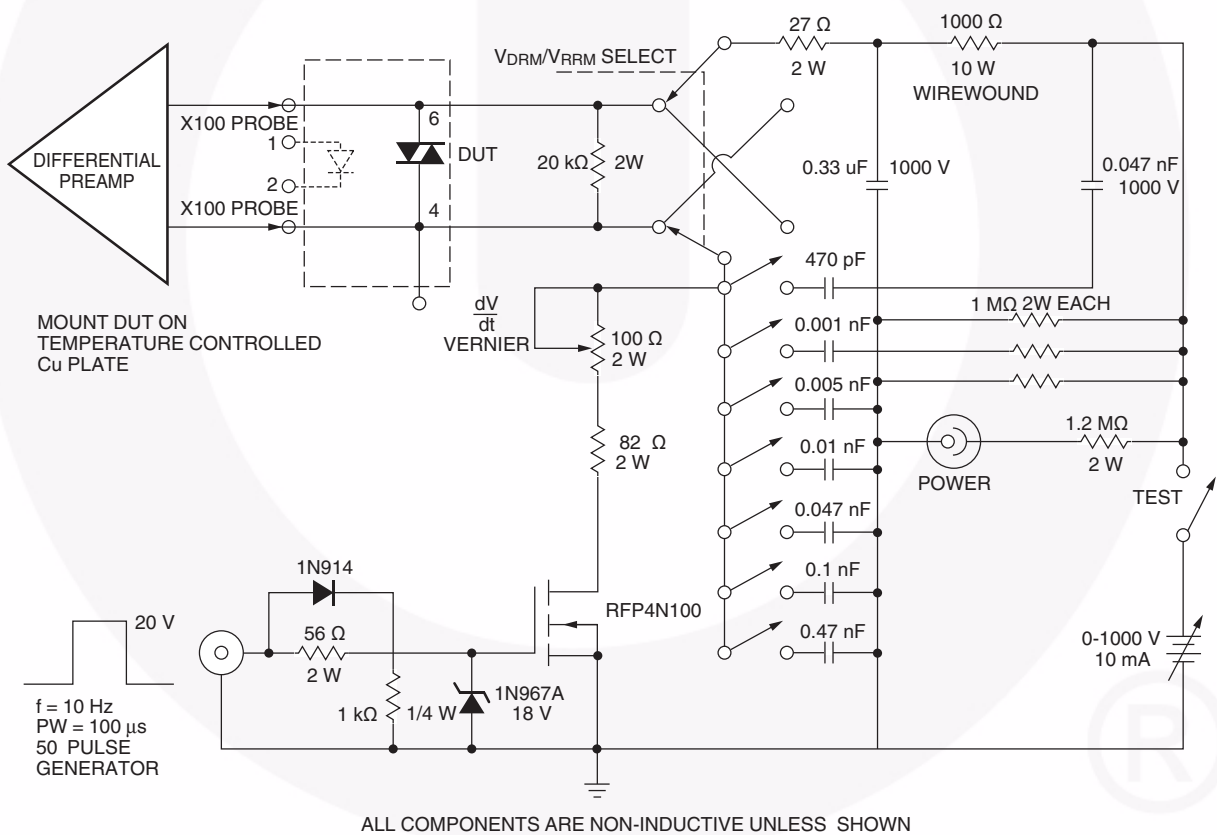

Figure 13. Circuit for Static $\frac{dv}{dt}$ Measurement of Power Thyristors
3. 这就是静态 dv/dt。测试电路见图 13。换向 dv/dt 只与负载驱动晶闸管有关。